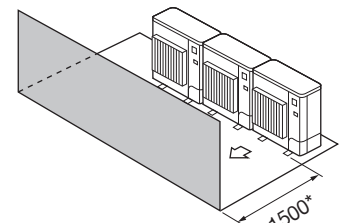

Fig. 2-14
- ③ มีสิ่งกีดขวางที่ด้านหน้าเท่านั้น (Fig. 2-14)